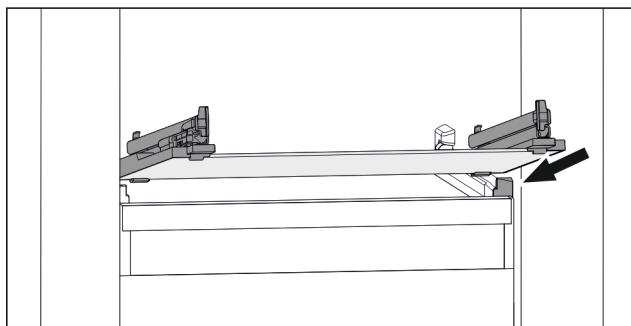

Fig. 48 Примерное отображение стеклянной пластины
- ▶ Наклоняя вниз, установите стеклянную пластину за стопоры. (см. Fig. 48)